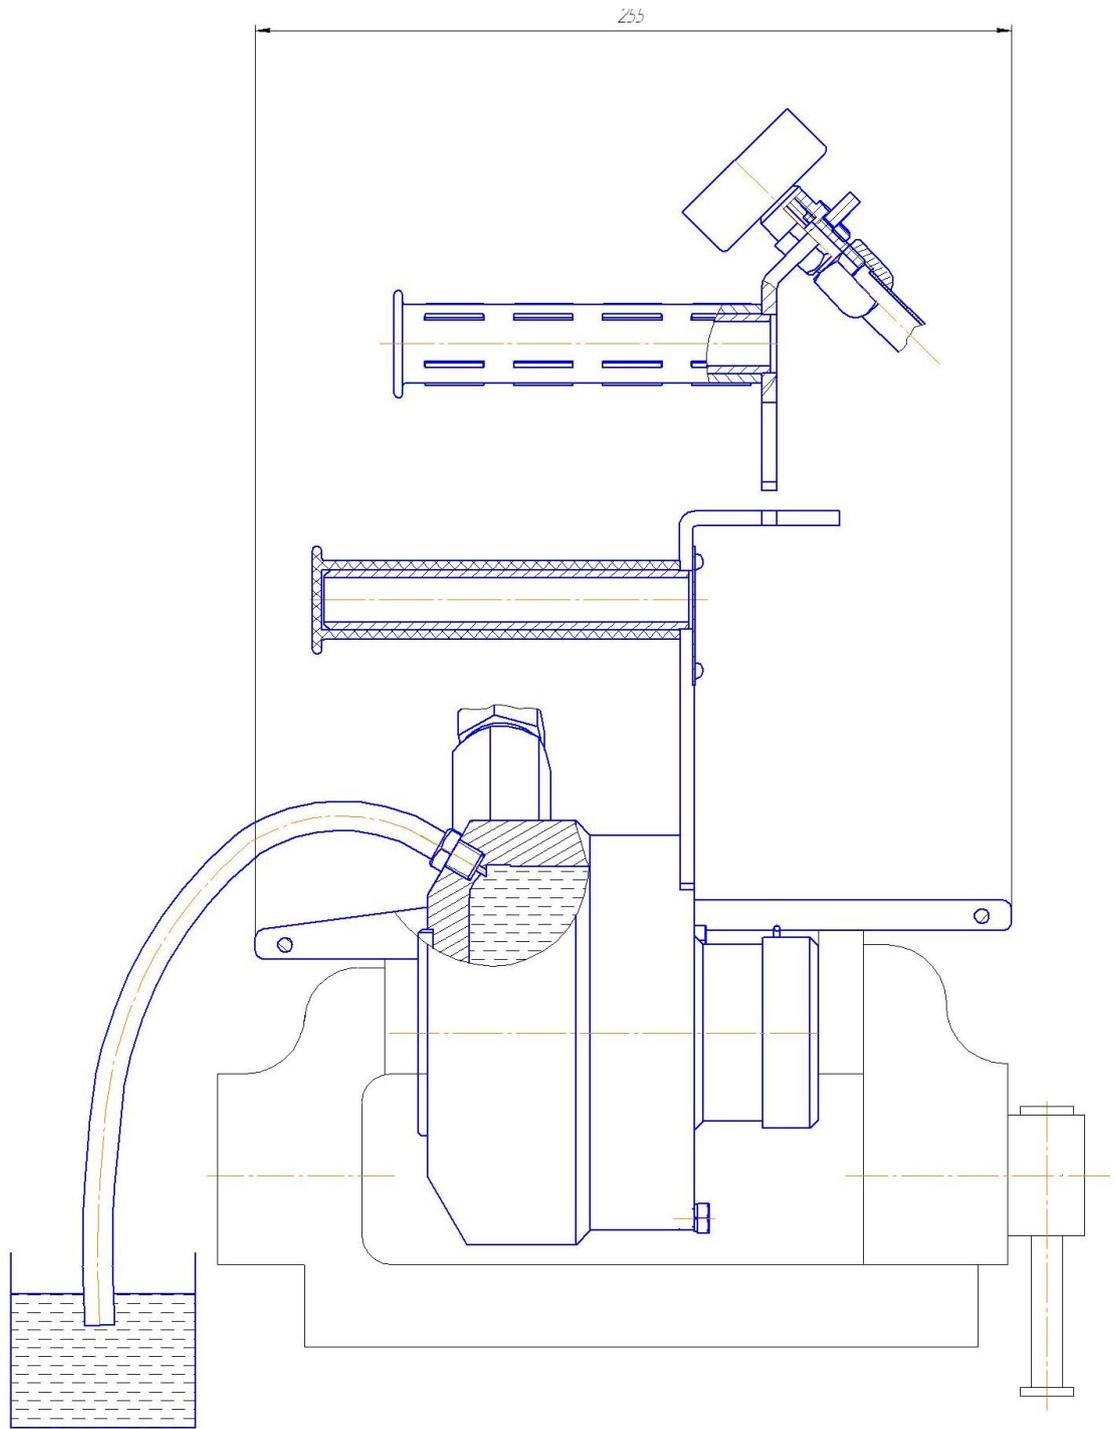

Рис.1
8.4. Дозаправка индикатора производится не реже одного раза в три месяца, и так же в случае появления свободного хода поршня контактного устройства более 3 мм, в следующем порядке (смотри рис. 1):